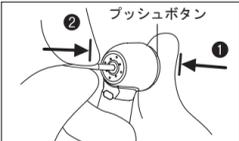

図 5
- 2 プッシュボタンを押し、チャックを開きます（**①**）（図 5）。
- 3 バーをチャックの奥にあたるまで挿し込み、プッシュボタンを離します（**②**）（図 5）。